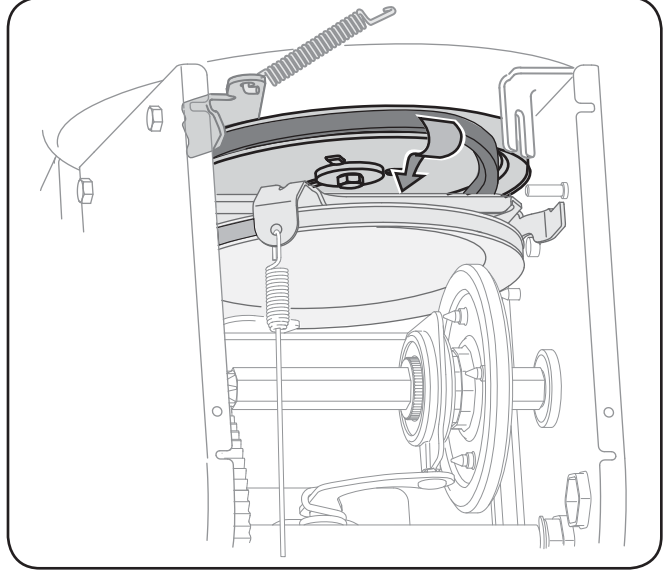

Fig. 7-6
8. Dégagez la courroie de la poulie de la tarière et faites glisser la courroie en le support et la poulie de la tarière. Voir la Fig. 7-6.